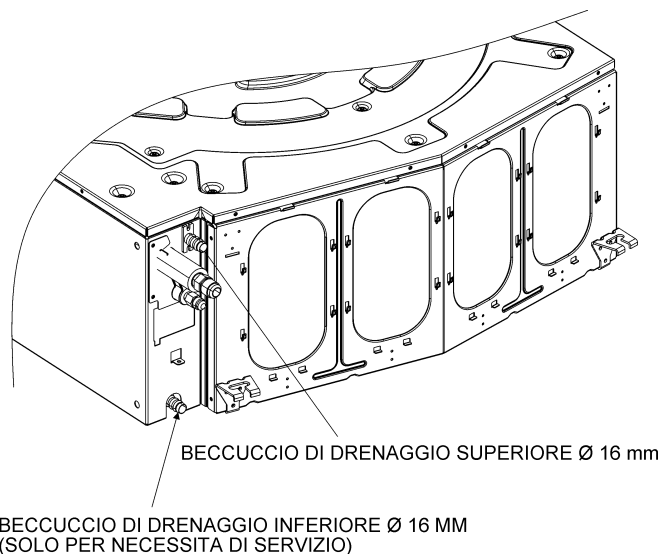

Fig. 13. Connettori di drenaggio Ø 16 mm
- C. L'unità MD include una pompa di drenaggio con controllo del livello, che può elevare l'acqua condensata fino a un livello superiore di 60 cm dal livello più basso dell'unità. Il tubo di drenaggio è connesso a un beccuccio elevato per il drenaggio (Fig. 13).